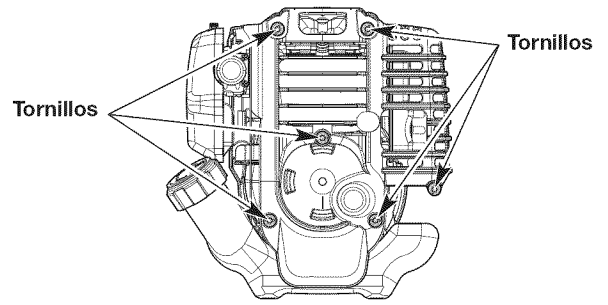

Fig. 25
1. Quite los 6 tornillos de la tapa del motor con un destornillador plano o un destornillador Torx T-25 (Fig. 25). Quite la cubierta del motor.
2. Quite los 6 tornillos de la tapa del motor con un destornillador plano o un destornillador Torx T-25 (Fig. 25). Quite la cubierta del motor.